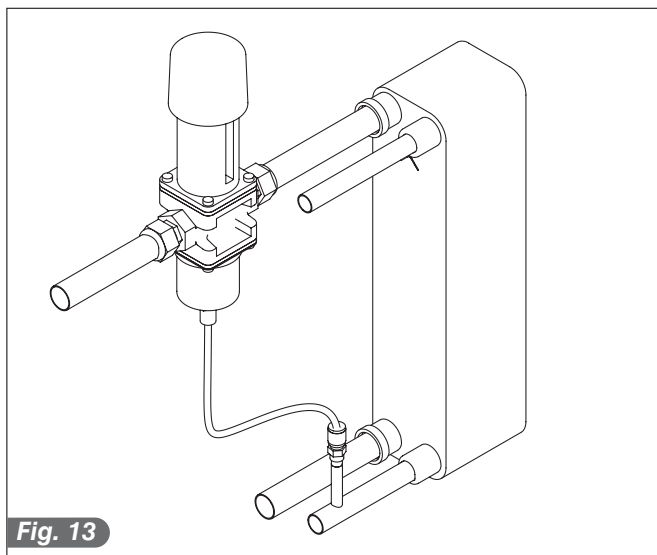

Fig. 13
- Ved afprøvning (med rindende vand), maskinen står stille, vandnettet er klart, skal man kontrollere at kondensatorens afløsslanger ikke har vandlækager; hvis dette sker reguleres den pressostatistiske ventil så vandlækagen blokeres (Fig.13).